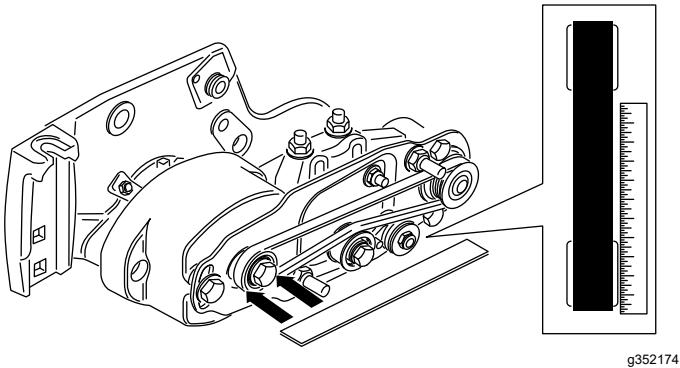

図 33
- ・ **駆動プーリの外側面に直定規を当てる図33**。駆動プーリと受動プーリの両方に直定規を当てないこと。